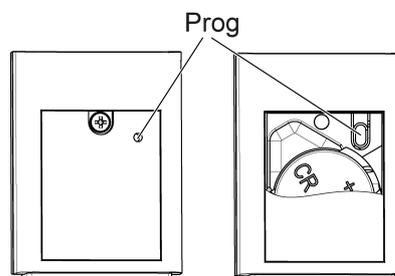

Bild 3: Taste **Prog**
Die Taste **Prog** (Bild 3) kann mit einem dünnen Draht oder Büroklammer durch die Bohrung im Batteriedeckel gedrückt werden.
- Taste **Prog** (Bild 3) kurz drücken. Status-LED leuchtet rot. Handsender ist für 10 Sekunden im Konfigurationsmodus.